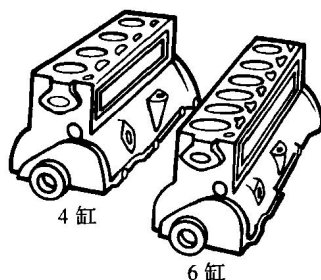

图1-6 直列式发动机设计
(1) 直列式气缸发动机 直列式发动机(图1-6)各缸配置成一排。各缸一起共用1根曲轴和1个缸盖,缸体是铸件,各气缸呈直立状。